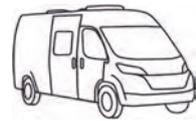
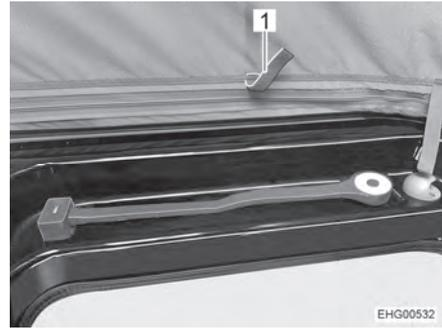

Fig. 63 Lampe col de cygne, position de fonctionnement
Fig. 64 Lampe col de cygne, position de transport
- Faire retourner la lampe col de cygne de la position de fonctionnement (Fig. 63) dans cette de transport (Fig. 64).
- Tirer la toile de tente vers l'intérieur par les pattes prévues à cet effet (Fig. 64,1).